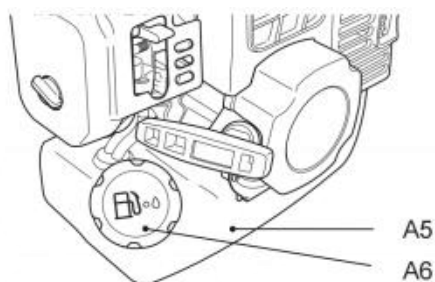

Fig. 25
7. Skruva av och ta bort bränsletankklocket (A6) (Fig. 25).